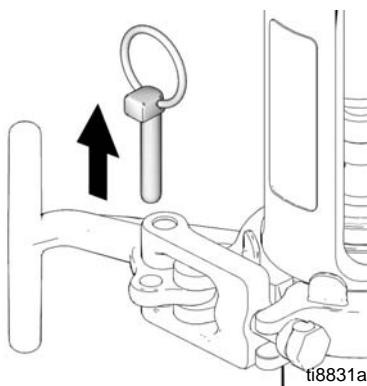

FIG. 16
6. (Fig. 16) Afmontér stangkoblingsanordningerne (179).